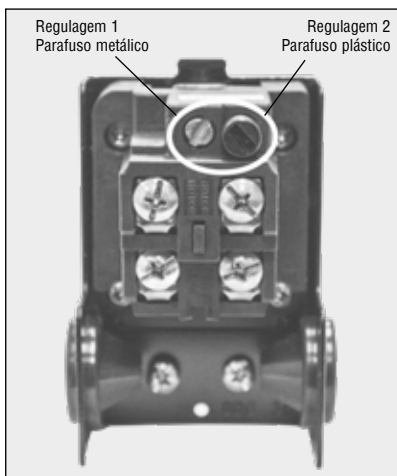

Figura 15 - Identificação dos parafusos do pressostato
- A regulagem será feita por meio dos dois parafusos assinalados na figura a seguir (figura 15). Há dois tipos de regulagem que poderão ser feitas: